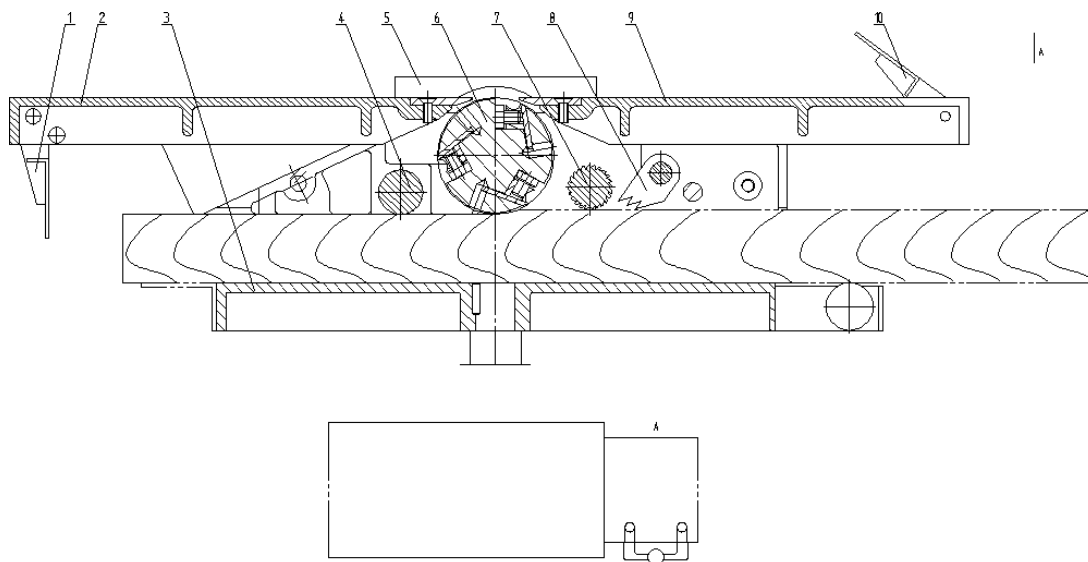

Рис.11
### Строгание под давлением (Рис.11)
- Оператор должен находиться в позиции, указанной на Рис.11.